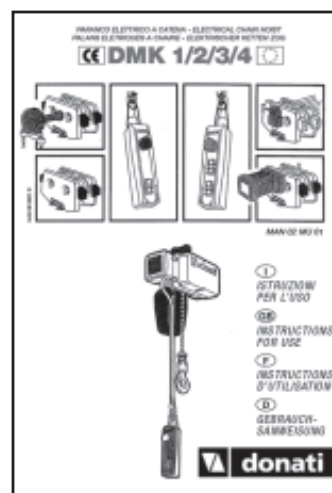

fig.11
- La documentazione tecnico/legale in dotazione alla gru a bandiera comprende (fig. 11):